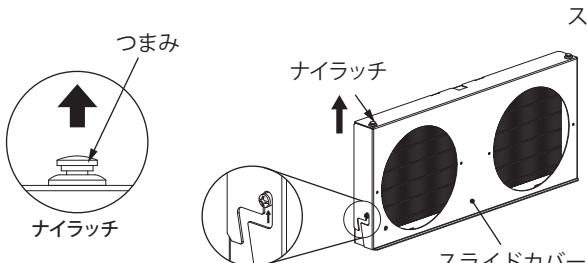

図3
1.スライドカバーのナイラッチつまみを「カチッ」と音がするまで持ち上げ、ロックを解除してください。(図3)